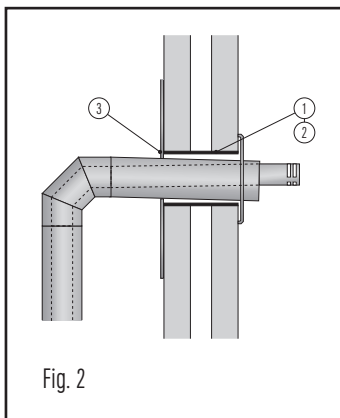

Fig. 2
In alle gevallen dient de doorvoer rondom 50 mm verwijderd te zijn en te blijven van brandbaar materiaal. Praktisch kan dit op twee manieren uitgewerkt worden (zie fig. 2):
In all circumstances the terminal must have a minimum distance of 50 mm to all combustible material. This can be realised in 2 different ways (see fig. 2):
Dans tous les cas de figure, la distance entre le terminal USDHC4 13 (4) et les matériaux combustibles ne doit pas être inférieure à 50 mm. Ceci peut se faire de 2 façons (voir fig.2) :